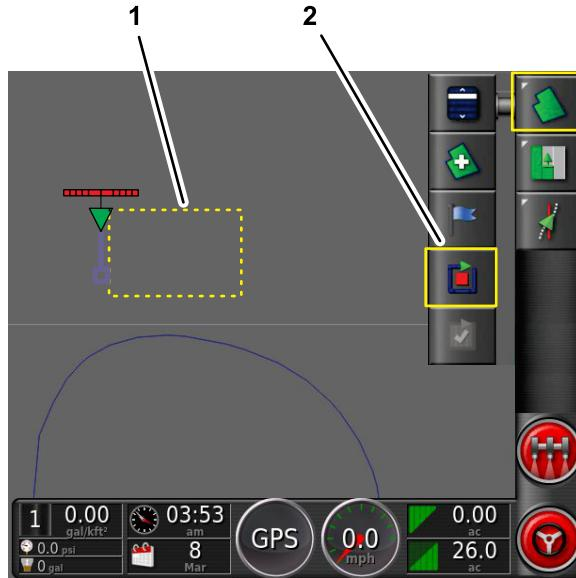

图 46
- 在直边场地边界的第一点处对齐左前轮胎的外侧中心部分并停止机器图 46。